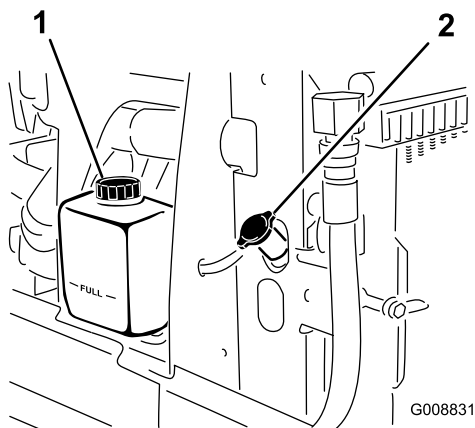

図 77
1. ラジエターと補助タンクのふた 図 77 を注意深く開ける。